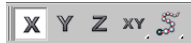

Abbildung 12: Werkzeug „Restrict to X“.
- Werkzeug „Restrict to X“ auswählen (siehe Abbildung 12).